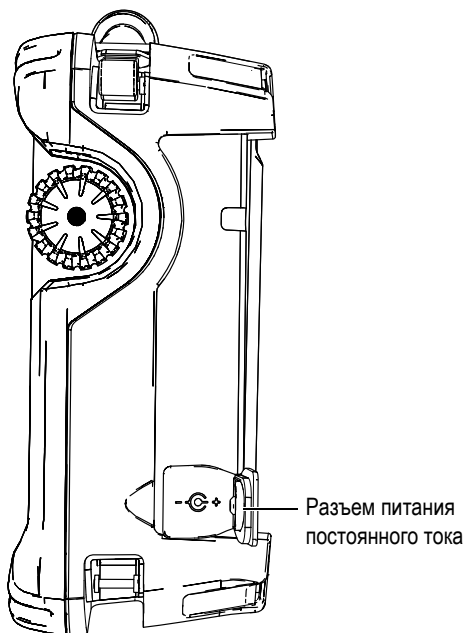

Рис. 3-4 Разъем питания постоянного тока OmniScan SX
2. На правой панели прибора OmniScan SX поднимите резиновую заглушку, закрывающую разъем питания постоянного тока (см. Рис. 3-4 на стр. 43).
3. Подсоедините адаптер питания постоянного тока к разъему питания постоянного тока OmniScan SX (см. Рис. 3-4 на стр. 43).